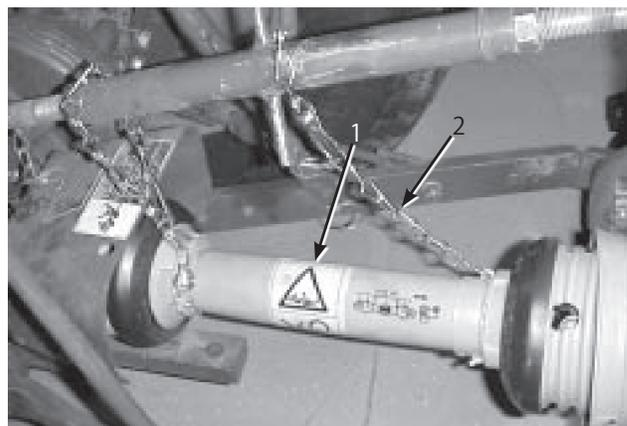

図7
1. PTOシャフトをギアボックスの入力軸に接続する (図7)。